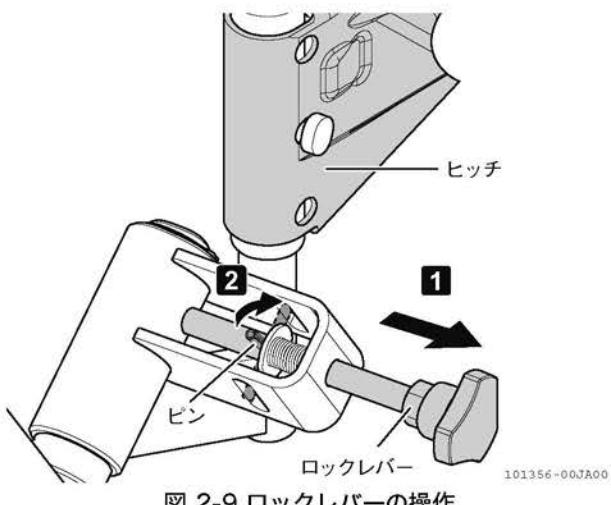

図 2-9 ロックレバーの操作
1. ロックレバーを引いて、回動ロックを解除します。（図 2-9）
2. ロックレバーを回して、ロックレバーのピンを長穴にひっかけロック解除を保持します。（図 2-9）